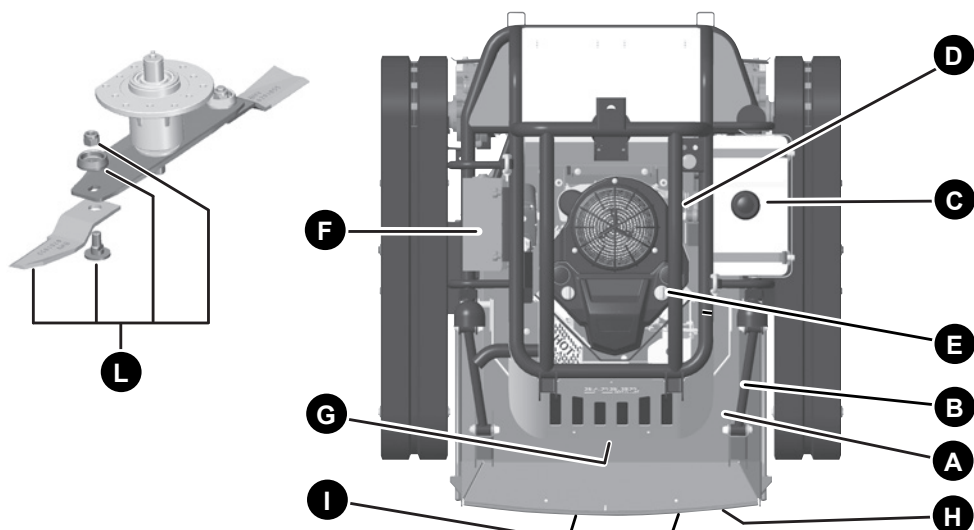

Рис. 20
Уровень моторного масла (Рис. 20(D))
Воздушный фильтр двигателя (Рис. 20 (E))